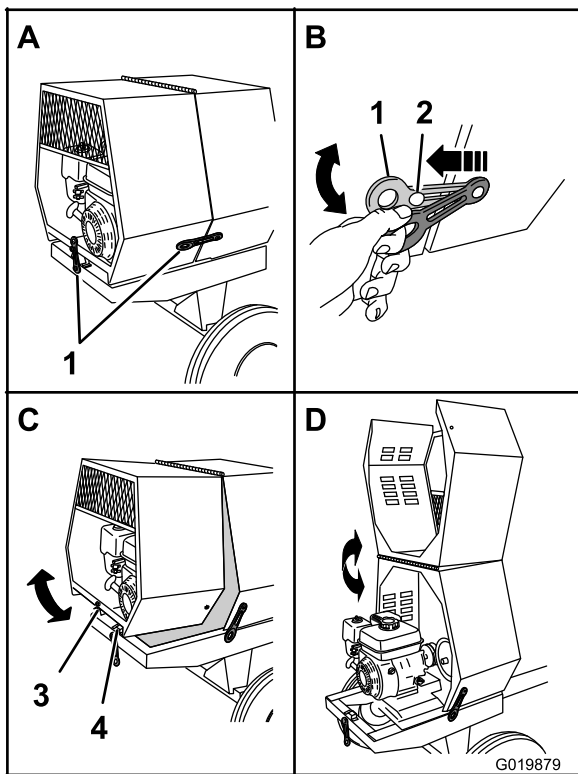

Figure 32
1. Du côté de la machine où les capots avant et arrière se rencontrent, tirez l'anneau de l'attache et détachez-le de l'ancrage sur le capot arrière (Figure 32).
3. À l'arrière de la machine, au point où le capot arrière rejoint le cadre, tirez l'anneau de l'attache et détachez-le de l'ancrage sur le capot (Figure 32).
4. Faites pivoter le capot arrière vers le haut et l'avant jusqu'à ce qu'il repose sur le capot avant (Figure 32).
1. Faites pivoter le capot arrière vers l'arrière et le bas jusqu'à ce que le récepteur situé en bas et au centre du capot soit aligné sur la fixation en V et à plat sur le cadre de la machine (Figure 32).
4. Répétez l'opération 3 de l'autre côté de la machine (Figure 32).